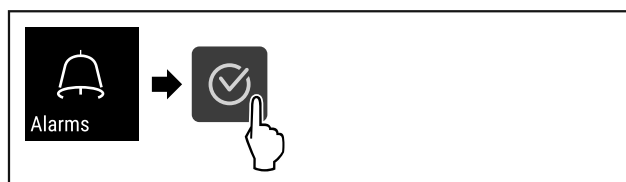

Fig. 108
- ▶ Izvedite zahtevane korake (glejte Fig. 108) .